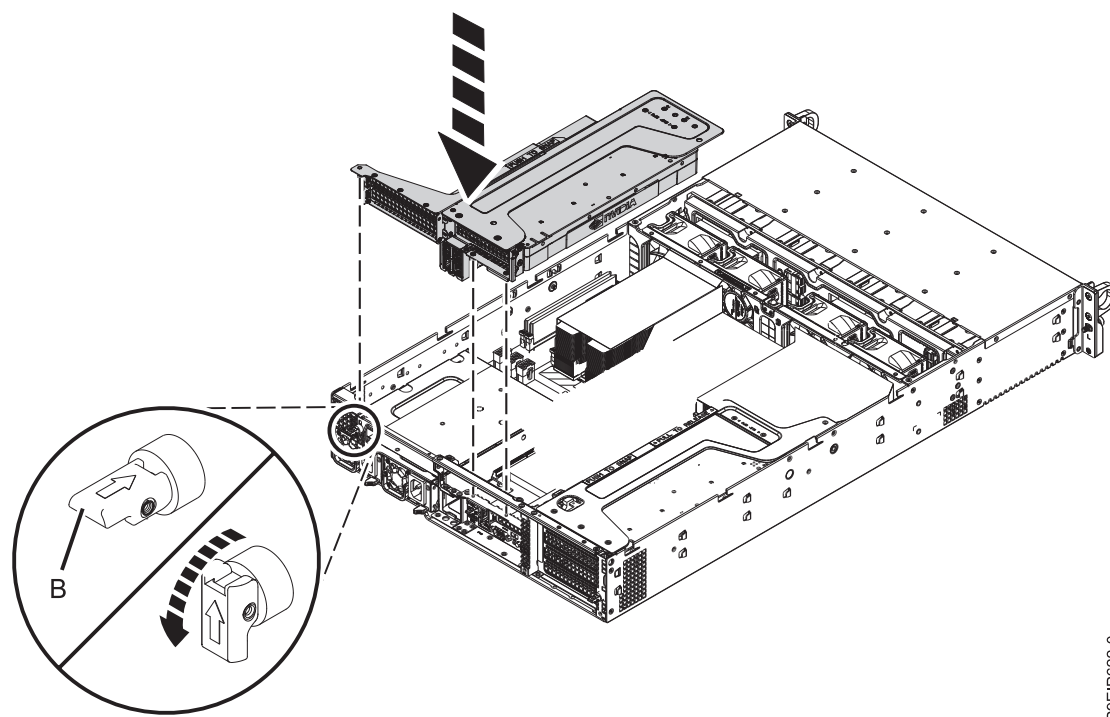

Figura 30. Substituindo o riser PCIe
7. Substitua o riser PCIe, conforme mostrado na Figura 30.